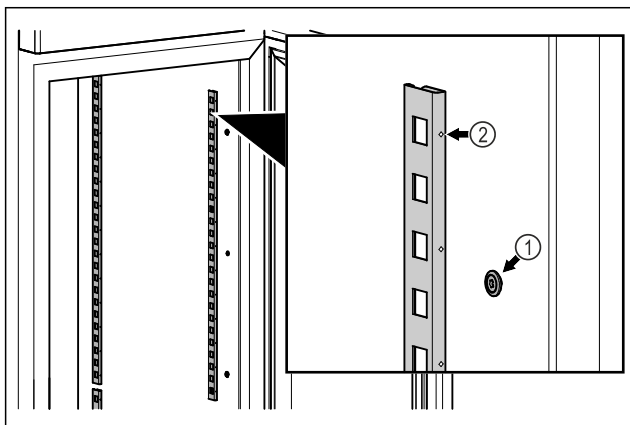

Fig. 56 Esimerkkikuva
- ▶ Kiinnitä pidikekiskot Fig. 56 (1) ripustimeen. Merkinnän Fig. 56 (2) on osoitettava eteenpäin.